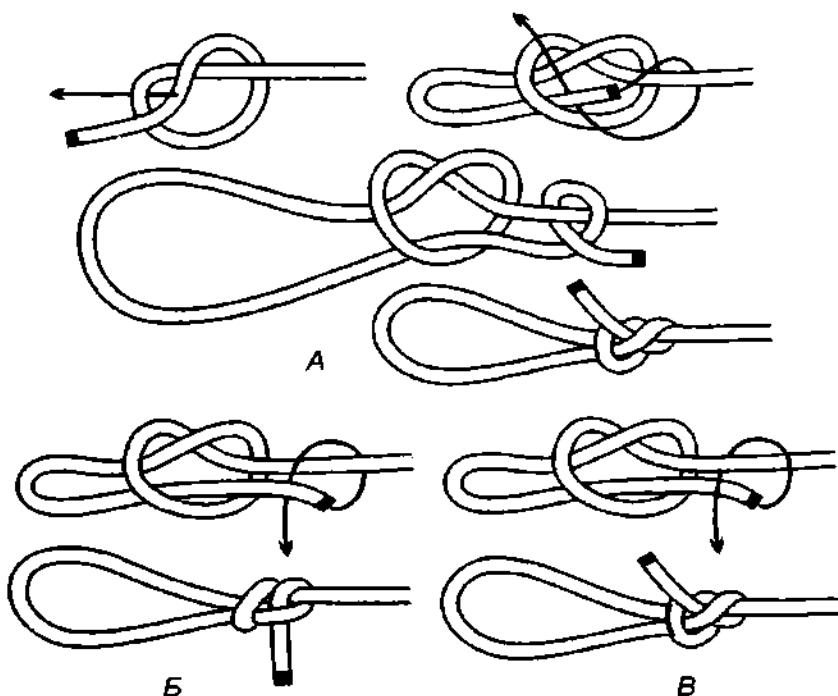
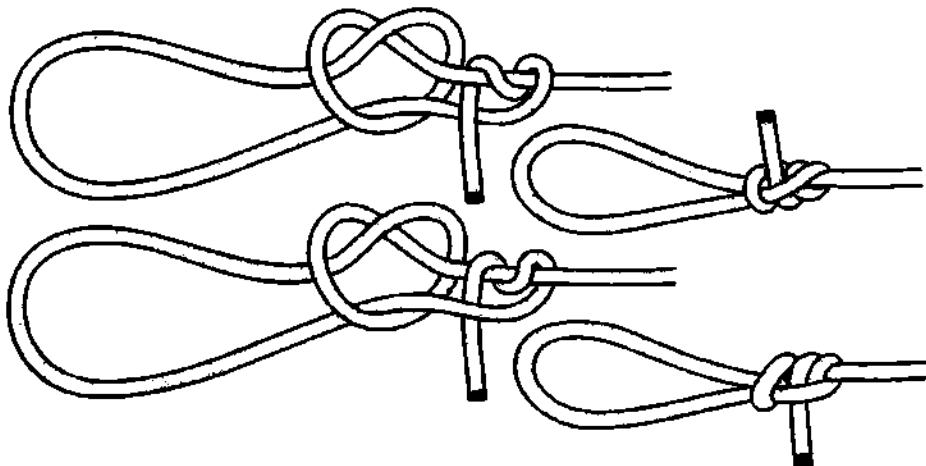

Рис. 200. Эскимосская петля. Полуштык у эскимосской петли может быть положен по-разному (Б, В), крепость узла от этого не изменяется.
Рис. 201. Эскимосская петля с двумя шлагами.
**Эскимосская петля** очень старый узел, который испокон веков вязали многие народы. В его основе лежит *быстроразвязывающийся простой узел* (рис. 200). Несмотря на кажущуюся простоту узла, это очень прочная, надёжная, и к тому же легко развязывающаяся петля. Ещё одно положительное свойство петли в том, что после того как узел связан, размер петли может быть отрегулирован. **Эскимосскую петлю** можно завязывать как на тонких снастях, так и на толстых верёвках. Лучше всего узел держит на мягких верёвках, на жёстких верёвках узел, пока не затянеться, некоторое время ползёт. Чтобы узел не полз и сразу же держал установленный размер рабочей петли, полуштык у **эскимосской петли** можно связать с двумя шлагами (рис. 201). В любом случае, узел после завязывания необходимо расправить и затянуть.